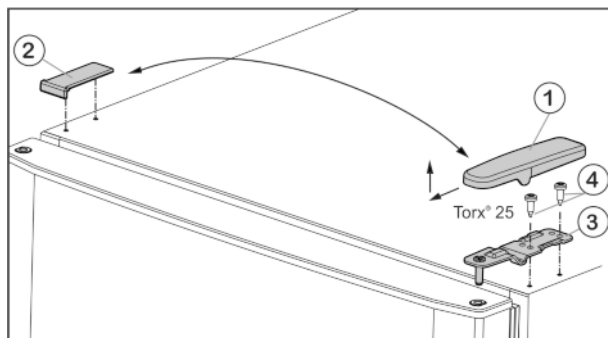

Fig. 4
- ▶ Tõmmake kate Fig. 4 (1) suunaga ette- ja ülespoole maha.
- ▶ Tõstke kate Fig. 4 (2) pealt ära.
- ▶ Kruvige ülemine laagritugi Fig. 4 (3) küljest ära (2 tk Torx® 25) Fig. 4 (4) ja tõmmake ülespoole maha.
- ▶ Pange ülemine laagritugi Fig. 4 (3) uuel šarniirküljel ukse sisse.
- ▶ Kruvige ülemine laagripukk **tugevasti (4 Nm)** külge (2 korda Torx® 25) Fig. 4 (4). Kasutage vajaduse korral akutrelli.
- ▶ Pange kate Fig. 4 (1) vastasküljel väljastpoolt peale ja fikseerige.
- ▶ Pange kate Fig. 4 (2) vastasküljel ülaltpoolt peale ja fikseerige.